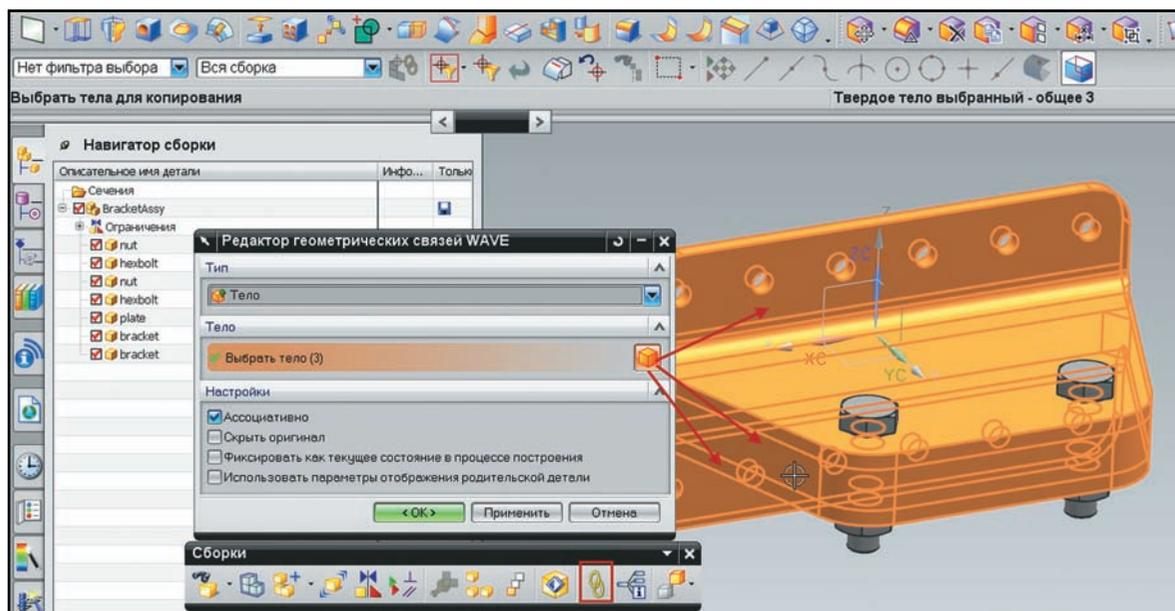

Рисунок 4.36. Создание связей на уровне сборки
- Откройте **Редактор геометрических связей WAVE**, и выбрав в выпадающем списке **Тип (Type)** значение **Тело (Body)**, выберите два компонента bracket и компонент plate (рис. 4.36).